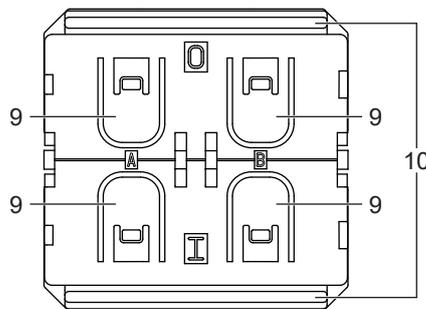

Abb. 5: Bedienung
- Drei Taster (9) gedrückt halten und die Aktivierungsleiste (10) gleichzeitig 2 x drücken. (Abb. 5)